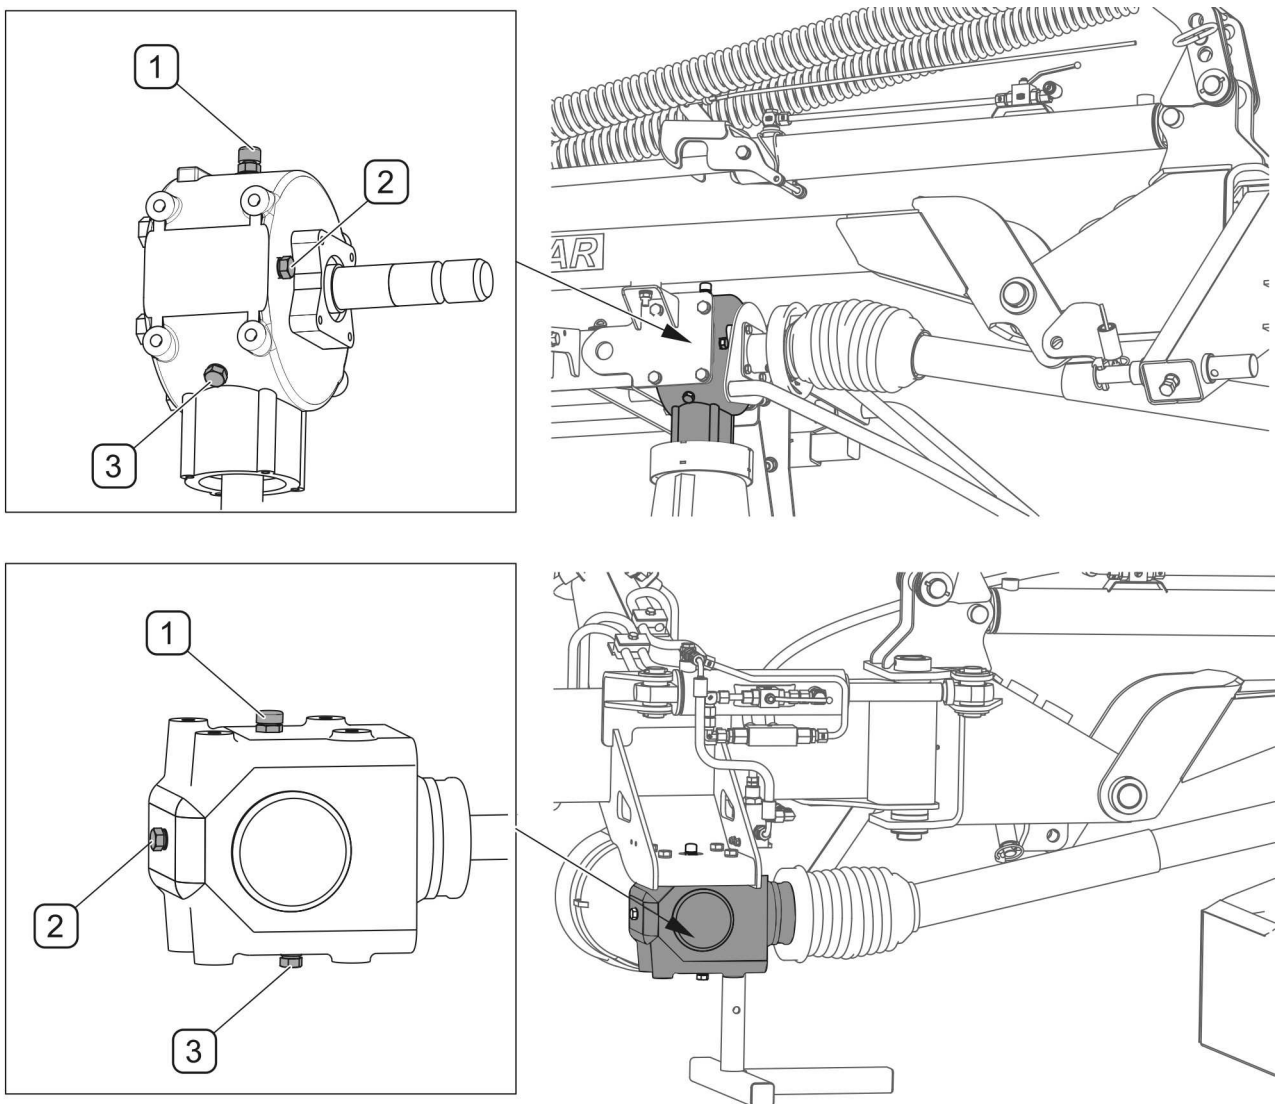

РИСУНОК 5.4 Замена масла в угловых передачах
- отвинтить контрольную пробку (2) (РИСУНОК 5.4),
- уровень масла должен достигать нижнего края отверстия контрольной пробки (2),
- в случае необходимости долейте масло до нужного уровня через заливное отверстие (1),